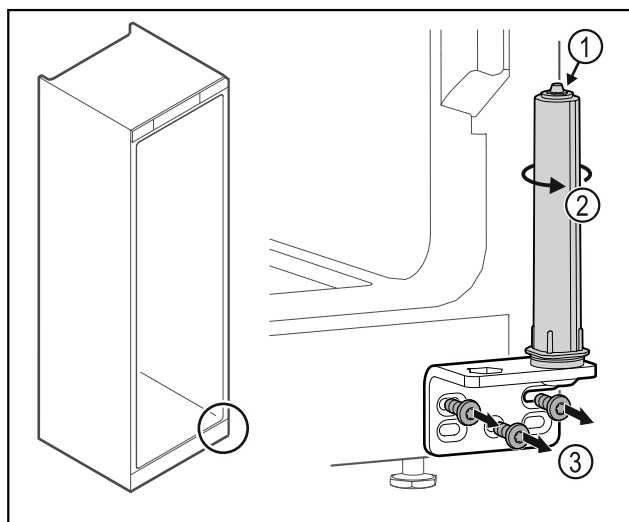

Fig. 33
- No desensamblar el sistema de cierre de la puerta Fig. 33 (1).
- Girar el sistema de cierre Fig. 33 (2) hasta que haga clic.
- Desatornillar la escuadra de bisagra Fig. 33 (3).